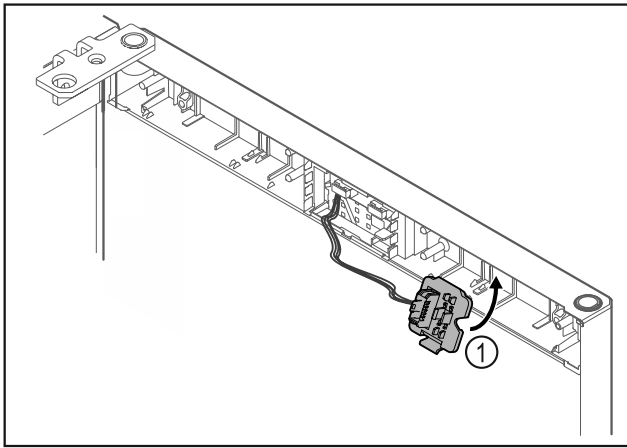

Fig. 20
- Innestare il supporto della spina Fig. 20 (1) sul lato opposto.*